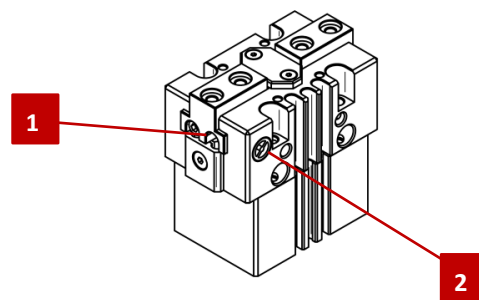

Fig. 9 Réglage des capteurs inductifs
1. Retirer le cache (Fig. 9, 1) à l'aide d'une pince à bec effilé.
3. Régler les vis de réglage (Fig. 9, 2) pour la détection de la course.